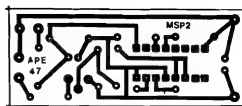

Fig. 2
- FIG. 2 - LAY OUT DO CIRCUITO IMPRESSO ESPECÍFICO - A plaquinha é pequena e com desenho "descomplicado" (das suas partes cobreadas...). A figura mostra o lay out, em tamanho natural, facilitando a "carbonagem" direta... Como sempre, é recomendável maior dose de atenção no desenho e finalização das ilhas correspondentes às "perninhas" do Integrado, que ficam muito juntinhas umas das outras, ensejando erros, curtos, essas coisas... Entretanto, valendo-se das técnicas detalhadas nas INSTRUÇÕES GERAIS PARA AS MONTAGENS, mesmo o Hobbyista iniciante deverá realizar a confecção sem problemas... O único "segredo" para o sucesso em toda e qualquer montagem com Circuito Impresso é... CONFERIR SEMPRE, a cada etapa da realização (perdem-se alguns minutinhos "agora", para não se perder horas, "depois", na busca de defeitos "pós-montagem"...).